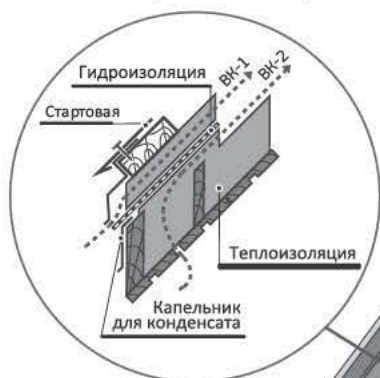

Рис. 8.1
Соединение листов между собой происходит с помощью фиксирующего крепления в листах. Порядок монтажа профиля I-series ведётся от карниза к коньку, снизу вверх, справа налево. После установки карнизной планки (1), монтируется стартовый профиль (2). Монтаж первого листа происходит путем крепления нижнего фиксирующего паза профиля I-series за стартовый профиль и дальнейшая фиксация гвоздями верхней части профиля к обрешетке. Рис. 8.1